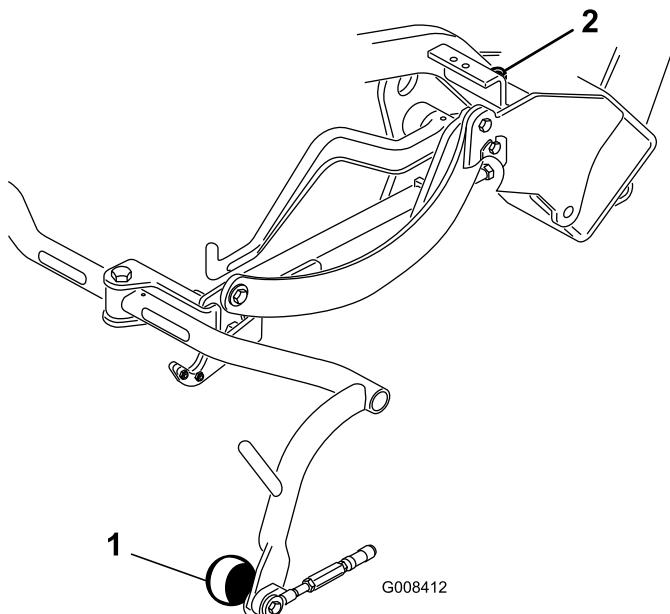

Figure 9
3. Si un réglage est nécessaire, desserrez l'écrou de blocage de la vis d'arrêt du bâti porteur (Figure 9) et tournez la vis dans un sens ou dans l'autre pour éléver ou abaisser le bâti. Serrez l'écrou de blocage une fois le réglage effectué.